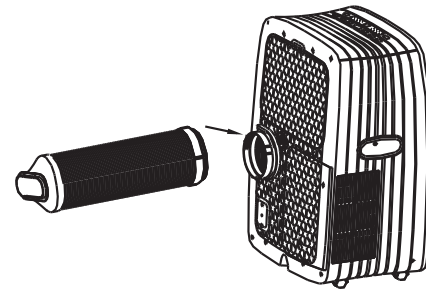

Fig. 18
2. Empujar la manguera de descarga dentro de la abertura de la salida del aire en dirección de las flechas (Ver Fig. 18).